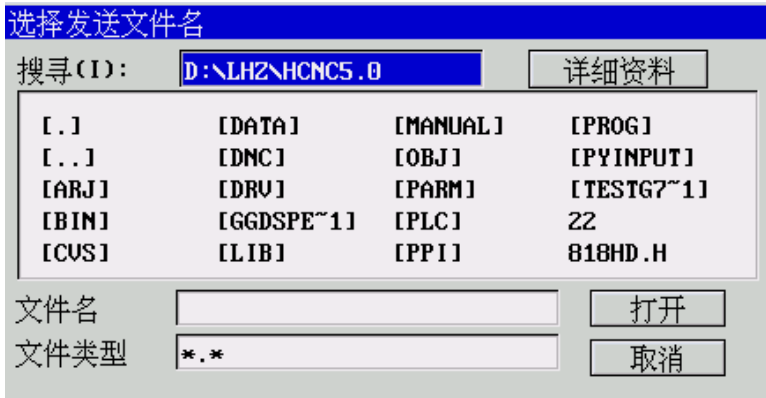
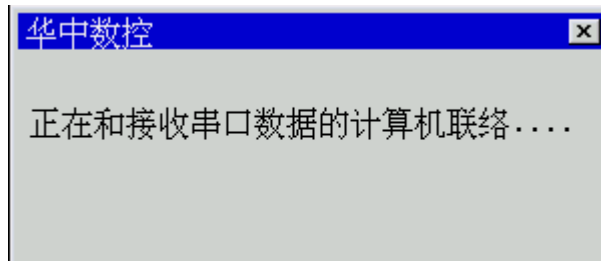

图 7.9.1 选择发送文件名
图 7.9.2 提示正与 NC 装置联络
- (6) 按 **Enter** 键, 弹出如图 7.9.1 所示对话框;
- (7) 选择发送路径和文件名;
- (8) 按 **Enter** 键, 弹出如图 7.9.2 所示对话框, 提示“正在和接收串口数据的计算机联络”;